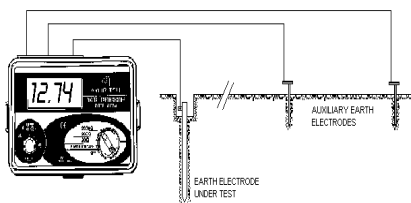

图 1 伏-安法测接地电阻
1、伏-安法：最传统的测量接地电阻方法，需要两个辅助接地棒（即打地桩）来完成（见图 1）；